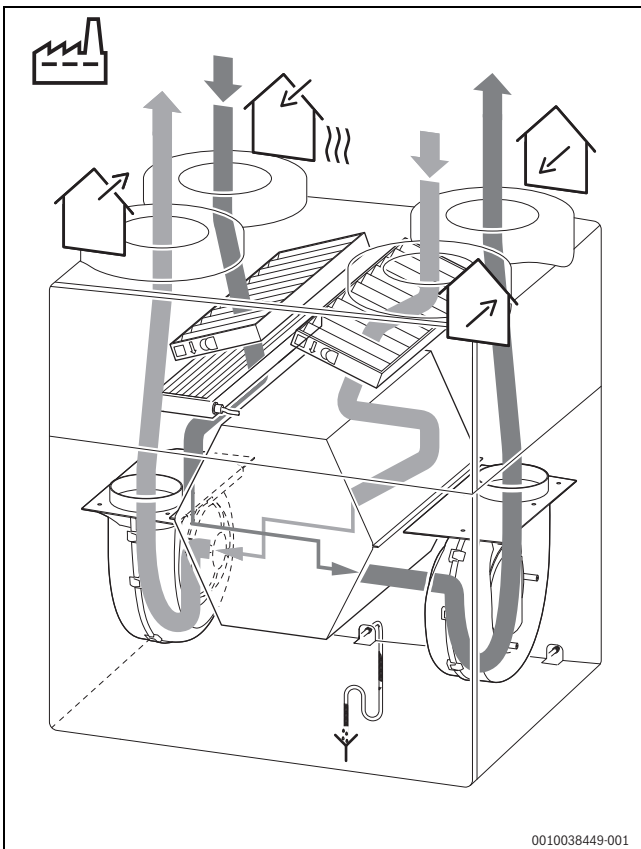
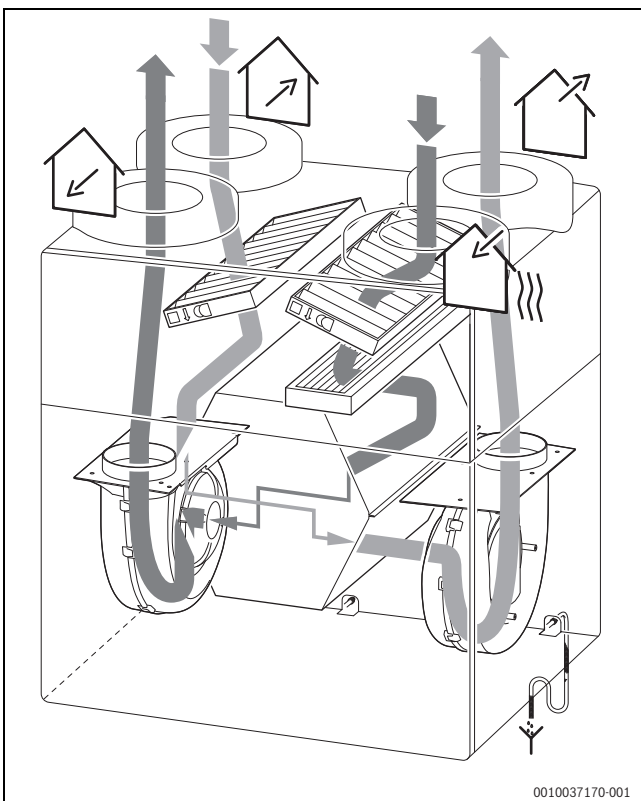

Bild 8 Auslieferungszustand: Variante B: Luftströme im Gerät
Bild 9 Variante A: Luftströme im Gerät
- Variante B: Außenluft- und Fortluftanschluss links (Auslieferungszustand, → Bild 8)
- Variante A: Außenluft- und Fortluftanschluss rechts (→ Bild 9)
Legende zu Bild 8 und Bild 9: